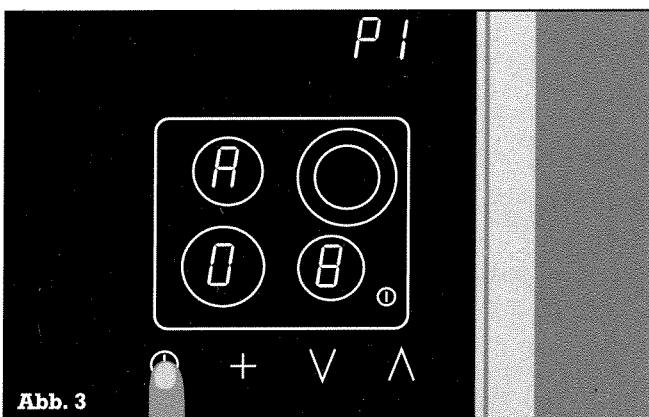

Abb. 3
- Berühren Sie das Symbol Timer Ø, um den Wert zu speichern. Es ertönt ein akustisches Signal und P1 leuchtet konstant (Abb. 3).